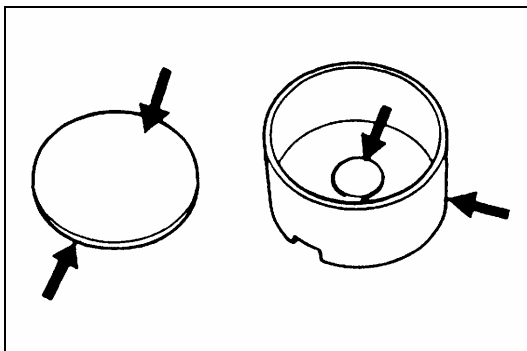

Рис. 4-94.
1). Соответственно схеме, показанной на Рис. 4-94, проверить регулировочные прокладки клапанных зазоров и толкатели клапанов на предмет наличия вмятин, царапин, следов повышенного износа и повреждений, при необходимости заменить.